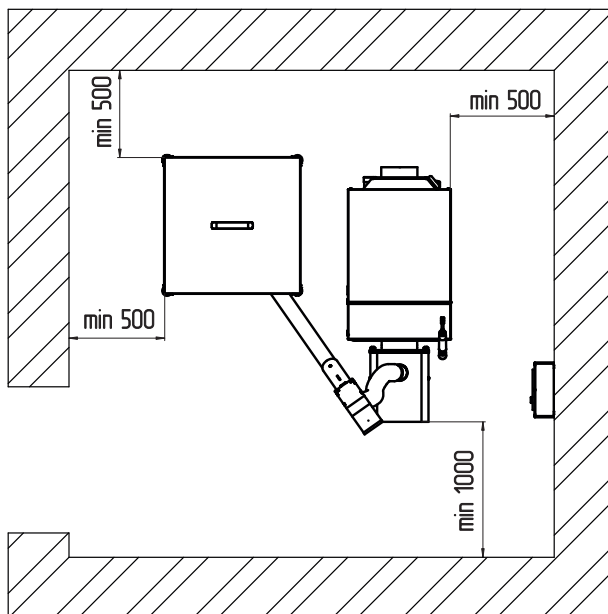

Рис. 15 Расположение котельной установки в помещении
7.3.10. Расположение котельной установки в помещении с учетом необходимого для обслуживания пространства (см. Рис.15).